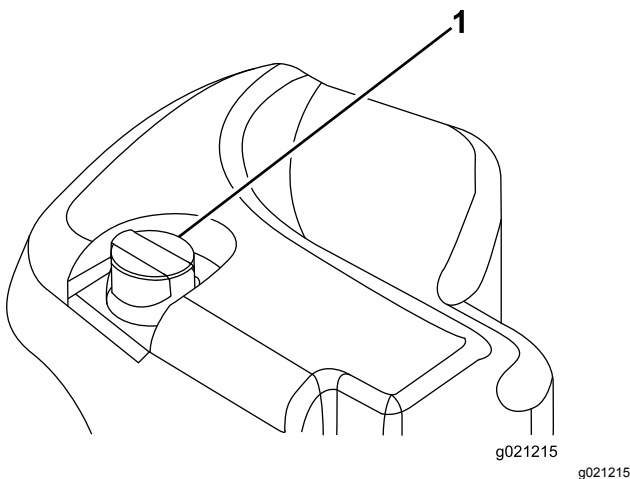

Bild 31
2. Reinigen Sie den Bereich um den Füllstutzen und den Deckel des Hydraulikbehälters (Bild 31). Drehen Sie den Deckel vom Füllstutzen ab.